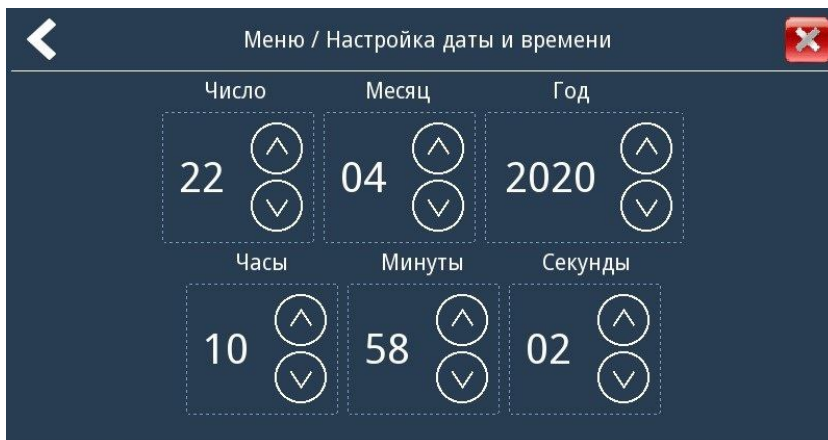

Рисунок 17 – Вид окна «Настройка даты и времени»
10.25 Для настройки даты и времени нажмите на иконку №6 (таблица 6). В открывшемся окне (рисунок 17) с помощью кнопок-указателей «Вверх» и «Вниз» настройте текущую дату и время шкафа. Для возвращения в предыдущий пункт меню нажмите кнопку-указатель «Влево». Для выхода на главное окно нажмите кнопку «Закрыть».